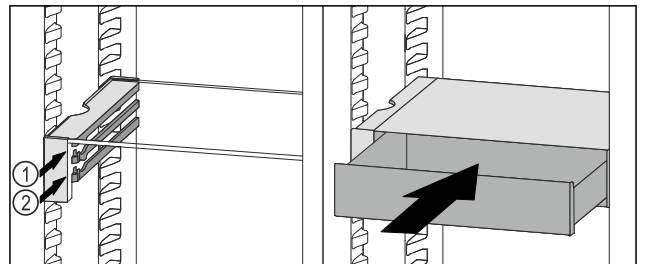

Fig. 106
- ▶ VarioSafe-lade achter de stoppers op de gewenste rib Fig. 106 (1) of Fig. 106 (2) plaatsen.